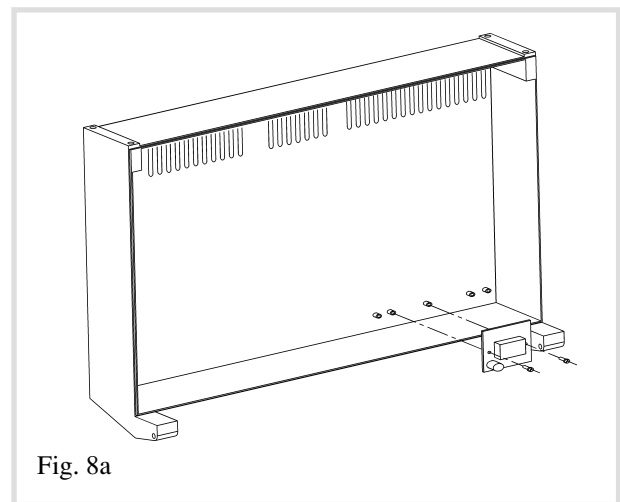

Fig. 8a
- fixer la platine sur la partie arrière du tableau de bord dans la position de figure 8a (les vis sont livrées avec la platine)